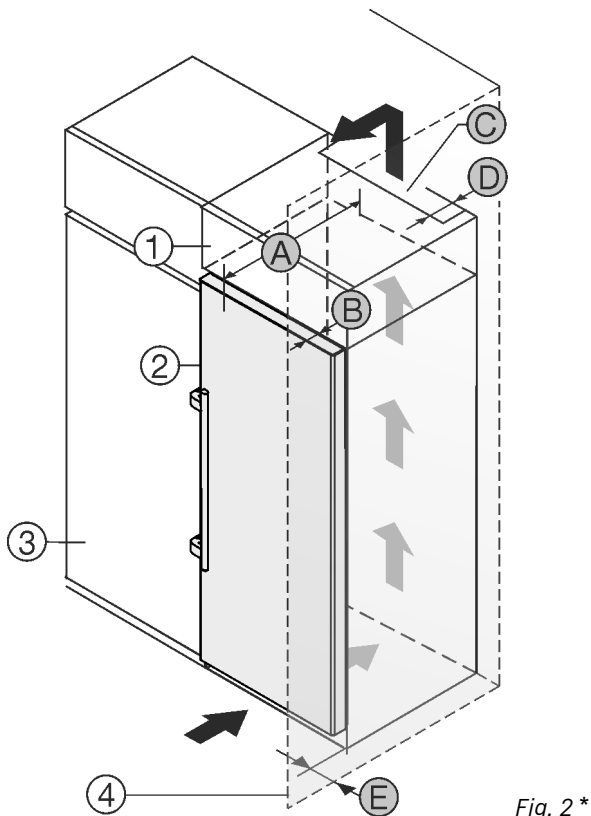

Fig. 2 \*
Установите устройство непосредственно рядом с кухонным шкафом Fig. 2 (3).\*
На задней стенке дополнительного шкафчика должен быть вентиляционный канал с глубиной Fig. 2 (D) по всей ширине этого шкафа.\*
Нужно соблюдать вентиляционное отверстие Fig. 2 (C) под нижней панелью.\*
Если устройство установлено на шарнирах у стены Fig. 2 (4), то расстояние между устройством и стеной должно быть не менее 57 мм. Настолько выступает ручка при открытой дверце.\*
Чтобы можно было полностью открыть двери, устройство должно выступать на глубину двери Fig. 2 (B) относительно передней стенки кухонного шкафа В зависимости от глубины кухонных шкафов Fig. 2 (3) и использования пристенных распорок устройство может выступать и больше.\*